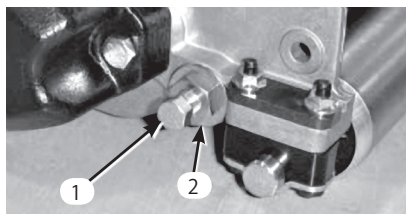
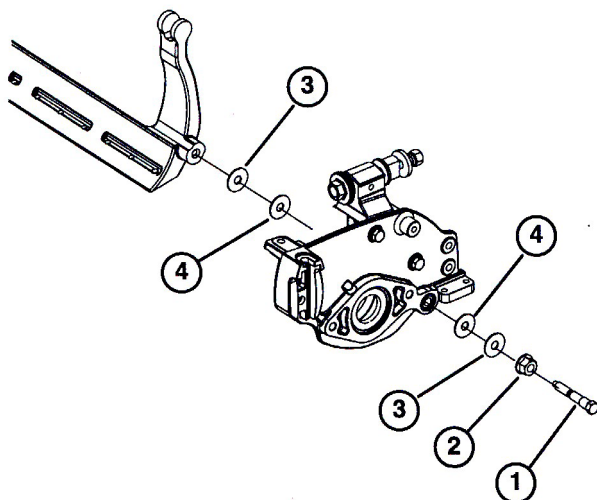

図18
図19
3. ベッド・バー・ボルト (図18) を固定しているナット (機体両側) をゆるめる。
4. 各ベッド・バー・ボルトを抜いてベッド・バーを下に引き抜いて外す (図18)。ベッド・バーの両端にナイロン・ワッシャとスチール・ワッシャが2枚ずつあるので注意する (図19)。
2. ベッド・バー・ボルト（とボルトについているナット）とワッシャ8枚で、ベッド・バーを各サイド・プレートに固定する。ナイロン・ワッシャはサイド・プレートの両側のボスに嵌め込む。その外側からスチール製ワッシャを取り付ける（図19）。ボルトを 2.8～3.6 kg.m にトルク締めする；端部の遊びがなくなるように、ただしサイドプレートを変形させるほどには締めすぎでない程度に、フランジ・ナットを締め付けること。内側のワッシャには遊びがあってよい。